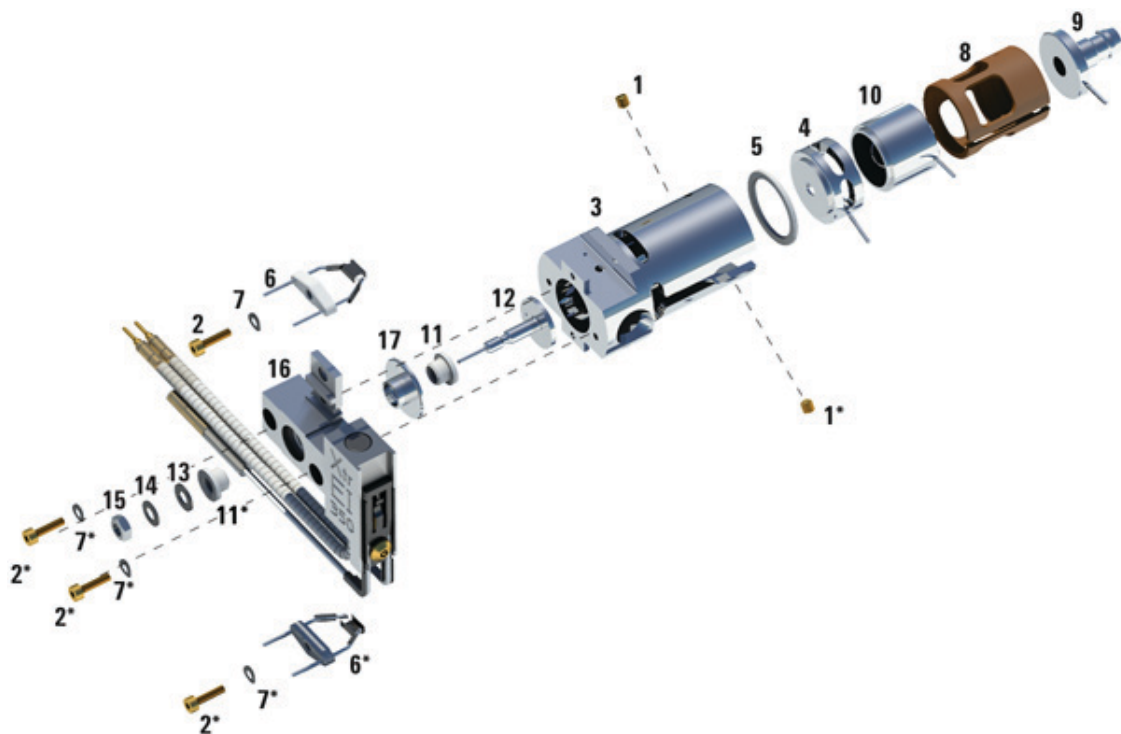

Figure 16 Démontage de la source EI de l'extracteur.
- 2 Déposer les filaments en retirant les deux vis plates dorées, puis en séparant les filaments de la source. Voir la section Figure 16, page 137.
Tableau 25 Liste des pièces de la source de l'extracteur Figure 16
Tableau 25 Liste des pièces de la source de l'extracteur Figure 16 (suite)